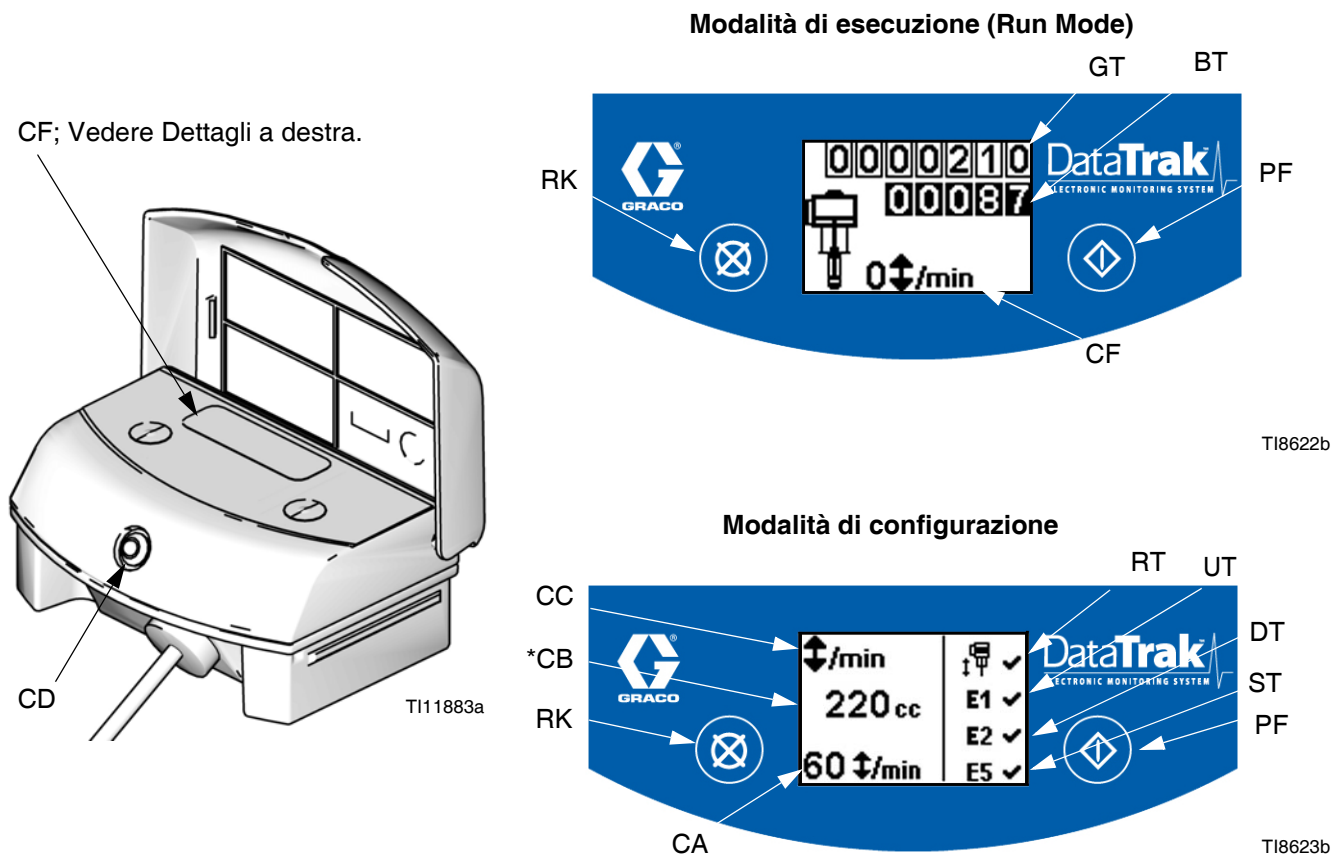

FIG. 31. Comandi e indicatori DataTrak
**NOTA:** Vedere FIG. 31. Il display (Y) si spegne dopo un minuto di inattività nella modalità di esecuzione o dopo tre minuti nella modalità di configurazione. Premere un tasto qualsiasi per riattivare il display. DataTrak II continuerà a contare i cicli quando il display è spento.
1. Vedere FIG. 31. Tenere premuto  per 5 secondi, fino alla visualizzazione del menu di configurazione.
**NOTA:** quando le opzioni di accelerazione e di errore E1, E2 ed E5 sono attivate, sulla schermata di configurazione apparirà un ✓. Vedere FIG. 31.
1. Vedere FIG. 31. Se si verifica l'accelerazione della pompa, il solenoide di fuga si attiva, arrestando la pompa stessa. Il LED (CD) lampeggia e il display (CF) indica la condizione di fuorigiri (vedere Tabella 1). Il display visualizzerà ciclicamente sei schermate di istruzioni.
2. Schermate accelerazione 1 e 2: per reimpostare il solenoide del fuorigiri, chiudere la valvola dell'aria principale (AP). Attendere che l'aria sia completamente scaricata dal motore pneumatico.
5. Aprire la valvola dell'aria principale (AP) per riavviare la pompa.
**NOTA:** Per disattivare il monitoraggio del fuorigiri, entrare in modalità di impostazione e impostare il valore del fuorigiri (CA) su 0 (zero) o disattivare (RT)  (vedere FIG. 31).
1. Vedere FIG. 31. Per accedere alla modalità di adescamento/lavaggio, premere un tasto qualsiasi per riattivare il display, quindi premere . Sul display viene visualizzato il simbolo dell'adescamento/lavaggio e il LED lampeggia
2. In modalità di adescamento/lavaggio, la protezione contro l'accelerazione è disattivata e il totalizzatore batch [BT] non esegue il conteggio). Il totalizzatore generale (GT) continua il conteggio.
Vedere FIG. 31. L'ultima cifra del totalizzatore parziale (BT) indica i decimi di galloni o litri. Per azzerare il totalizzatore, premere un tasto qualsiasi per riattivare il display, quindi tenere premuto  per 3 secondi.
Vedere FIG. 31. Il display (CF) si spegne dopo un minuto di inattività nella modalità di esecuzione o dopo tre minuti nella modalità di configurazione. Premere un tasto qualsiasi per riattivare il display.
Il DataTrak è in grado di diagnosticare diversi problemi della pompa. Quando il sistema di monitoraggio rileva un problema, il LED (CD, vedere FIG. 31 ) lampeggia e viene visualizzato sullo schermo un codice diagnostico. Vedere tabella 1.